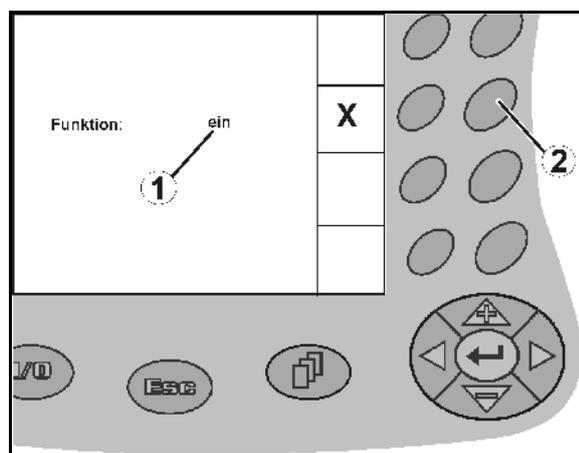

Fig. 15
- Actionnez une première fois la touche de fonction (Fig. 15/2)
- Fonction activée (Fig. 15/1).